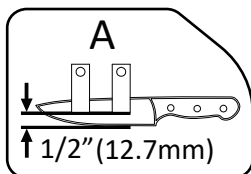

Fig. 6
1. Standaard mes: Lemmeten met een breedte van 3/5 tot 2-3/4 inch (15-70 mm) moeten worden geplaatst in de A-montagepositie, zoals aangegeven op het label van de basis. Het slijphoekbereik is 10°-35°. (Zie Fig. 6)